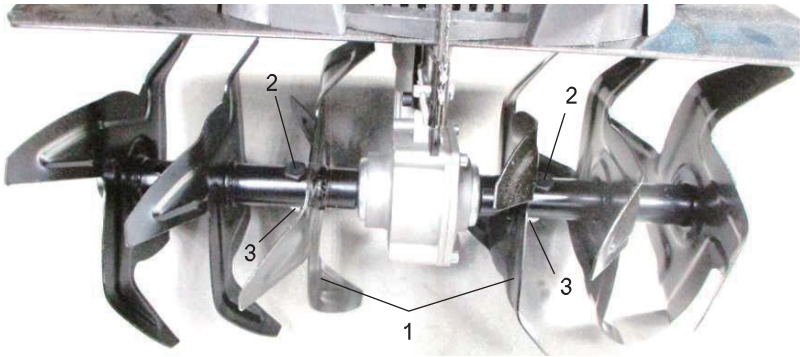

Fig. 13
4. Tenir l'écrou (3) fermement à l'aide d'une clé appropriée et desserrer le boulon hexagonal (2) dans le sens des aiguilles d'une montre à l'aide d'une clé appropriée, puis les retirer et les garder en sécurité pour éviter les pertes. (Fig.13).